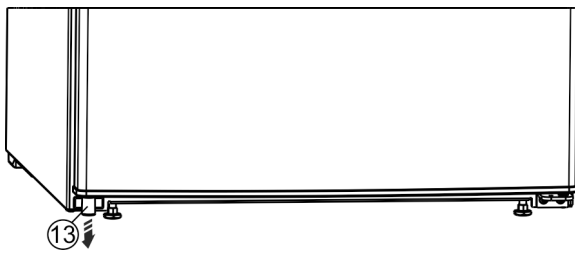

Fig. 14 *
- ▶ Demontați distanțierul Fig. 14 (13) din partea inferioară stângă a ușii.*